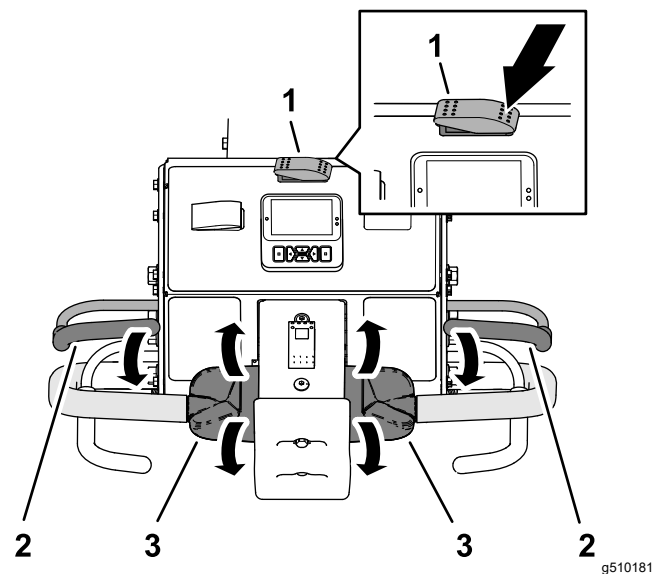

Figura 76
3. Premete il lato sinistro dell'interruttore trasporto/arieggiatura selezionando TRASPORTO (Figura 76).
5. Stringete la maniglia destra o sinistra e la barra di presenza dell'operatore (Figura 76) e spingete la barra verso la maniglia.